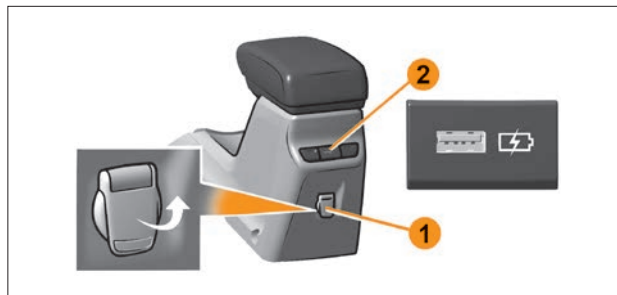

Рис. 4. Органы управления на задней стенке центрального подлокотника
Для подключения дополнительного электрооборудования в автомобиле предусмотрены две дополнительные розетки. Одна розетка устанавливается на задней стенке центрального подлокотника (рис. 4, поз. 1), вторая – в багажнике. Позицией 2 (рис. 4) указано место розетки USB для задних пассажиров (*в варианном исполнении*).
В варианном исполнении автомобиля LADA Vesta для зарядки аккумуляторов внешних периферийных устройств (планшетный компьютер, смартфон) предусмотрена розетка USB (рис. 4, поз. 2) с номинальным напряжением 5 вольт (V). Для подключения заряжаемого устройства должен быть использован разъем USB, тип A.